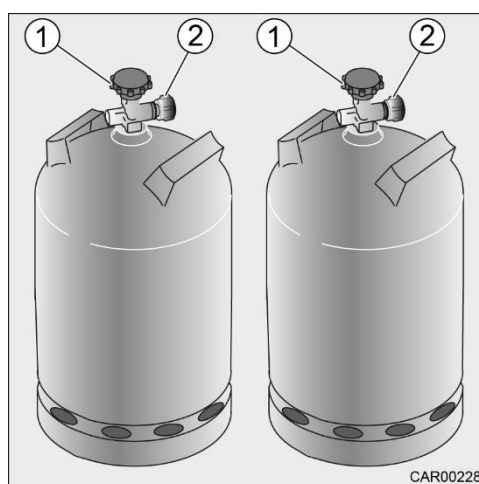
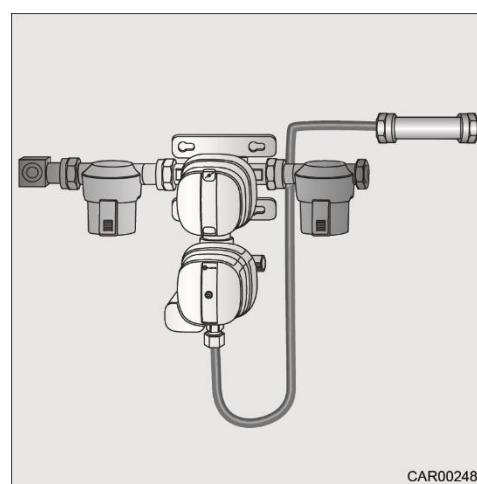

Fig. 115 Bouteilles à gaz
Fig. 116 Régulateur de gaz
2. Fermer la vanne de sectionnement principale (Fig. 115/1) sur la bouteille à gaz (respecter le sens des flèches).
3. Desserrer l'écrou moleté (Fig. 115/2) (filet à gauche).
7. Placer le flexible à gaz relié au régulateur de gaz (Fig. 116) sur la bouteille de gaz et serrer à fond l'écrou moleté (Fig. 115/2) à la main (filet à gauche).